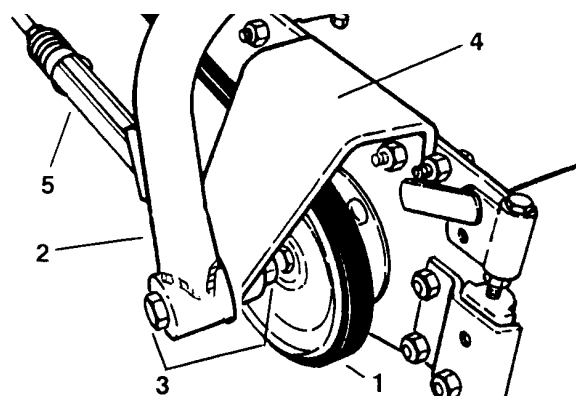

Fig. 46
1. Anbring kileremmene (3 stk.) (2 stk. i løse dele) omkring hjælpeaksleremskiverne og knivcylinderremskiverne (Fig. 46).
1. På remskiveenden af de forreste klippeenheder og begge ender af den bageste klippeenhed fjern møtrikken fra bolten, der fastholder bærerammen på strammebeslaget (Fig. 46).
1. På remskiveenden af de forreste klippeenheder og begge ender af den bageste klippeenhed monter en skive, et afstandsstykke, remstrammestang og afstandsstykke på en skrue (Fig. 46).